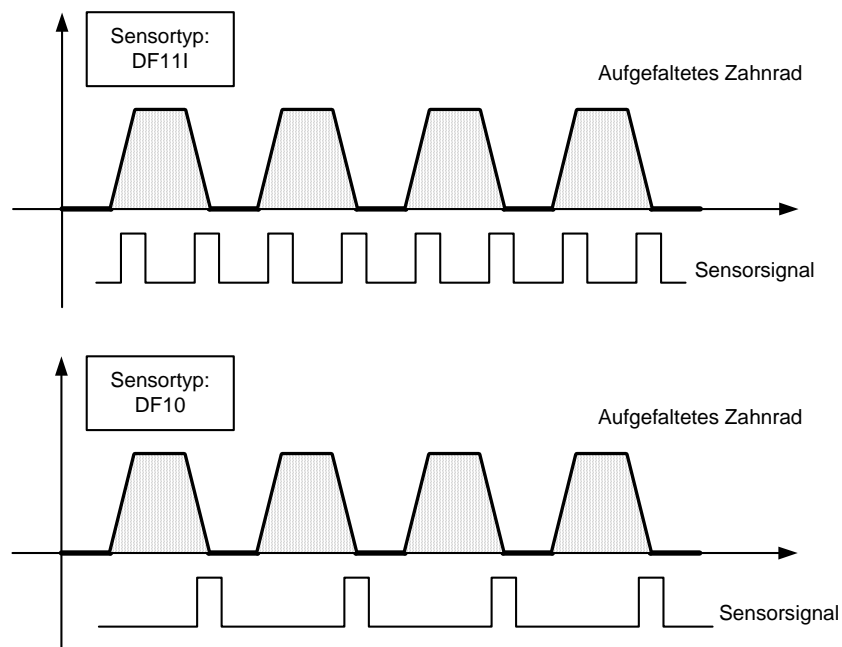

Abb. 6-5 Sensorsignal eines DF11I und eines DF10 Drehzahlfühlers
- Bei Drehzahlfühlern vom Typ DF11I wird ein PWM-Impuls bei jeder Detektion einer Kante eines Zahns erzeugt (siehe Abb. 6-5).
- Bei Drehzahlfühlern vom Typ DF10 wird nur dann ein PWM-Impuls erzeugt, wenn die ,abfallende Flanke' eines Zahns detektiert wird (siehe Abb. 6-5).